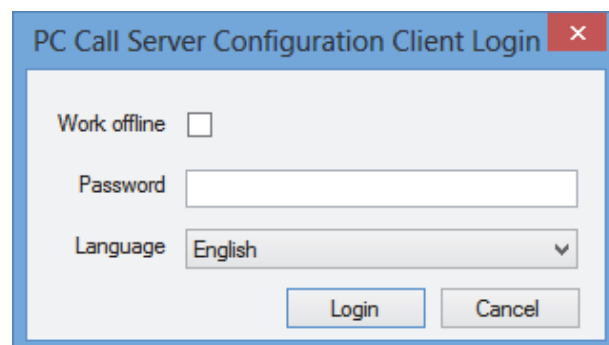

figura 61.1: Início de sessão do PCCstConfig
- 2 Clique em *PC Call Server Configuration Client*. Aparece um ecrã semelhante ao da figura 61.1.